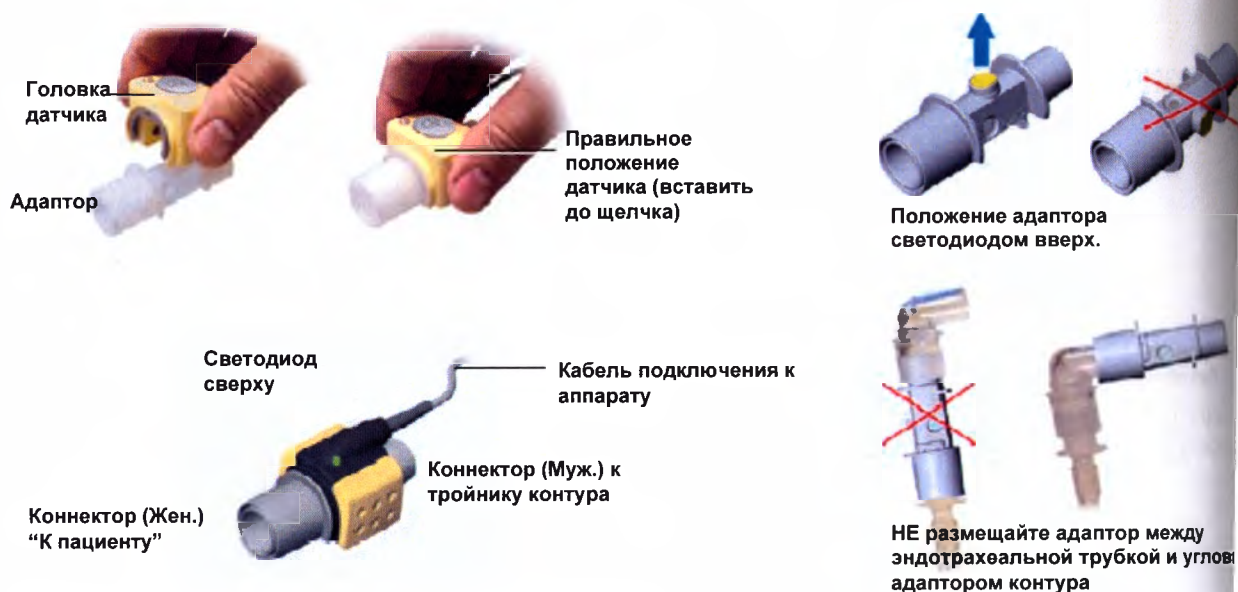

Рисунок 16: Подключение капнографа (типа IRMA – в основном потоке) в контур пациента.
1. Вставьте головку датчика в адаптор (Рисунок 16). При правильном положении должен раздасться характерный щелчок.